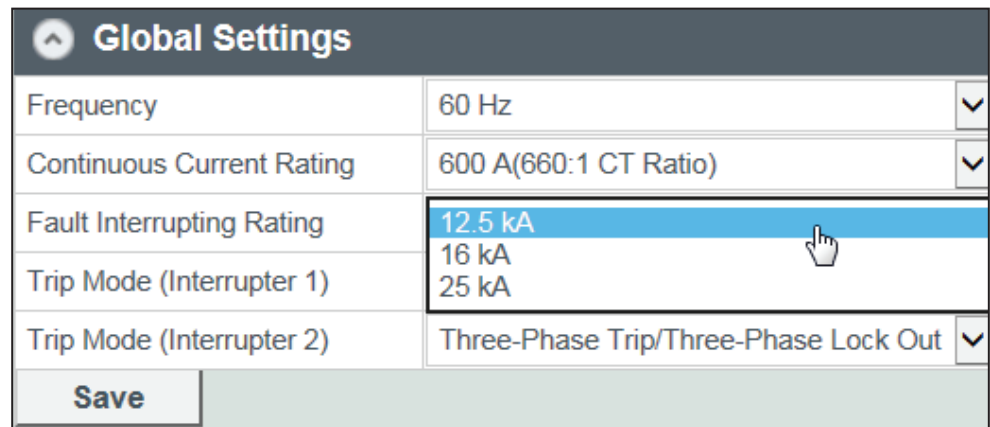

Figura 19. Seleccione la capacidad de interrupción de fallas desde el menú Global Settings.
PASO 1. Desde el menú **Global Settings (Ajustes Globales)**, seleccione el ajuste **Fault-Interrupting Rating** para coincidir con la capacidad de interrupción listada en la placa de datos del interruptor. Vea la Figura 19.